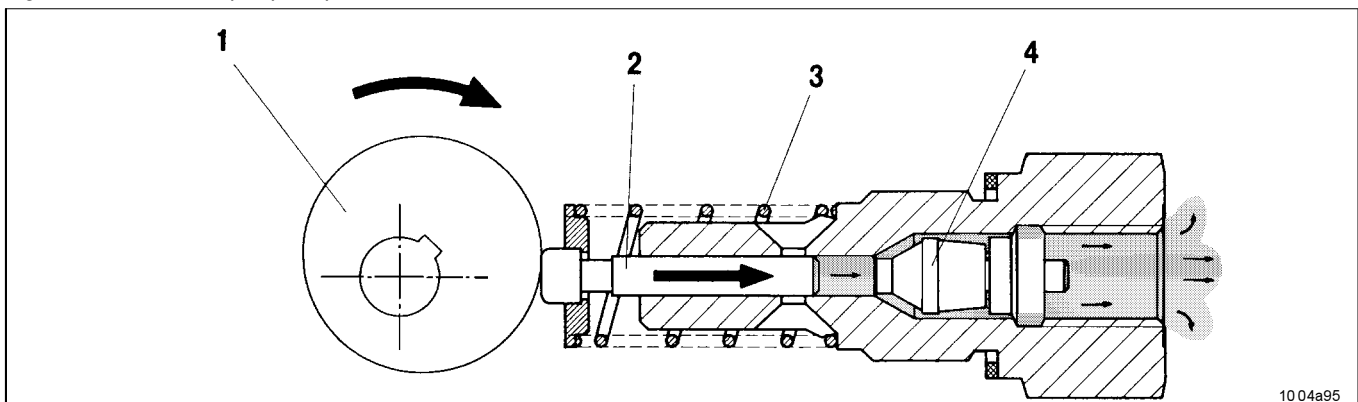

Fig. 2-3 L'élément de pompe refoule le lubrifiant
- le piston refoule le lubrifiant vers les points de lubrification raccordés par l'intermédiaire de doseurs (fig. 2-3).